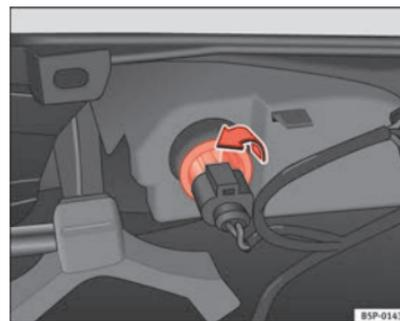

Fig. 200 Indicatore dal lato interno del paraurti
- Girare il portalampade verso sinistra, ed estrarlo seguendo il senso della freccia ⇒ fig. 200.